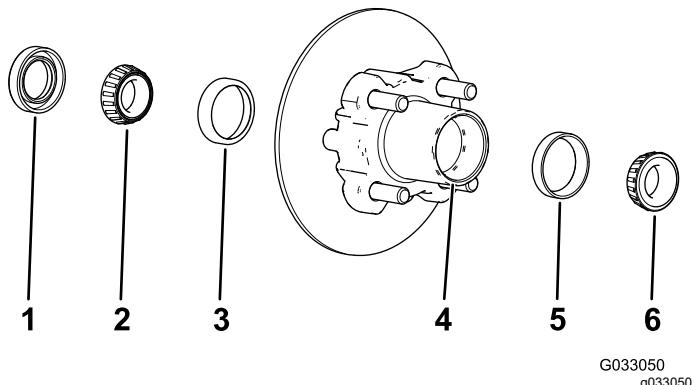

Figura 41
1. Rimuovete il cuscinetto esterno e il relativo anello dal mozzo (Figura 41).
2. Rimuovete la guarnizione e il cuscinetto interno dal mozzo (Figura 41).
5. Pulite la cavità del mozzo da tutto il grasso, la sporcizia e i detriti (Figura 41).
7. Riempite la cavità del mozzo per il 50–80% di grasso specificato (Figura 41).
8. Montate il cuscinetto interno sull'anello sul lato interno del mozzo e montate la guarnizione (Figura 41).